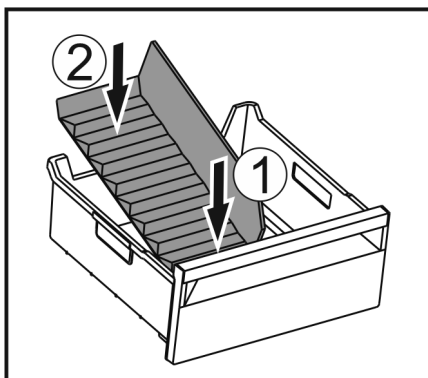

Fig. 100
- Sätt in frysfacksdelarens främre del. Fig. 100 (1)
- Sänk ned frysfacksdelarens bakre del till lådans botten. Fig. 100 (2)